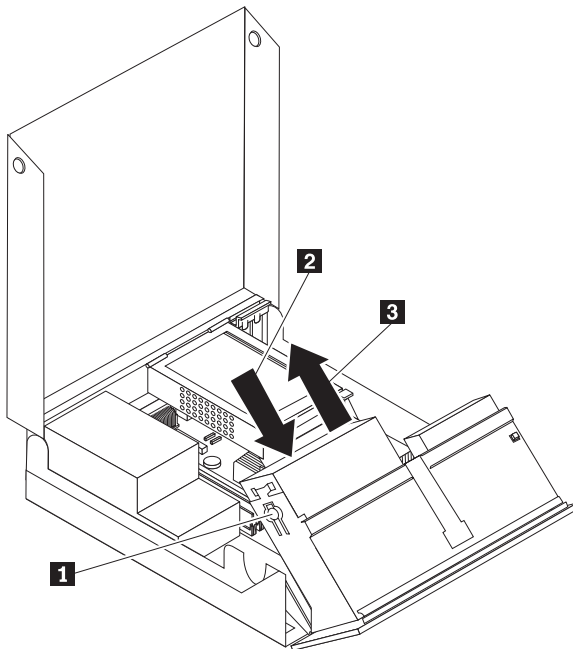

图 26. 卸下光盘驱动器
5. 将光盘驱动器向上滑动 **3**，从驱动器托架组合件中滑出。请参阅图 26。